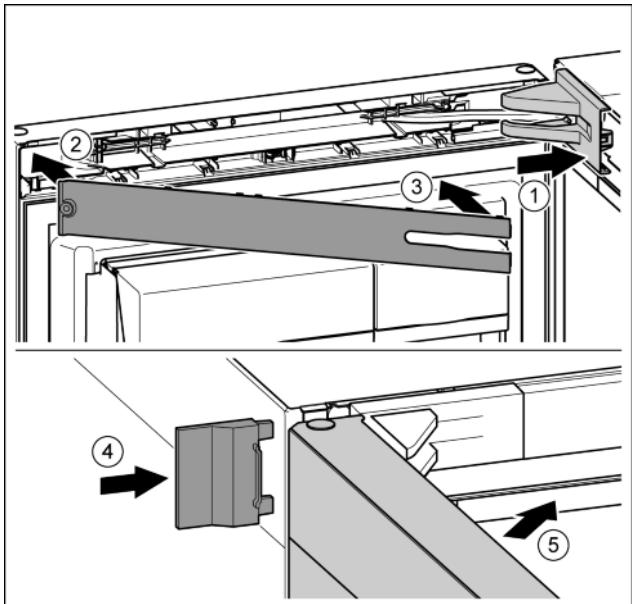

Fig. 50
- Stavite pokrov podloška ležaja i pustite ga da uskoči, po potrebi ga oprezno razdvojite. Fig. 50 (1)
- Stavite masku. Fig. 50 (2)
- Zakrenite masku i pustite da uskoči. Fig. 50 (3)
- Nataknite vanjski pokrov. Fig. 50 (4)
- Zatvorite gornja vrata. Fig. 50 (5)